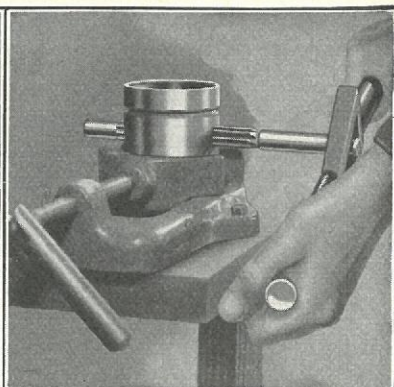

Fig. 245
- 417** Bøsningen skal presses i, til omkring $\frac{1}{16}$ " rager ud indvendigt i Stemplet, og til ca. $\frac{1}{32}$ " er under Stemplets Yderside. Naar Bøsningerne er paa Plads, rømmes de op med en 74 Hundrededel Tomme Rival med Styredorn. Hvis en Boremaskine ikke staar til Disposition, kan Bøsningerne oprømmes med Haandkraft (Fig. 245).